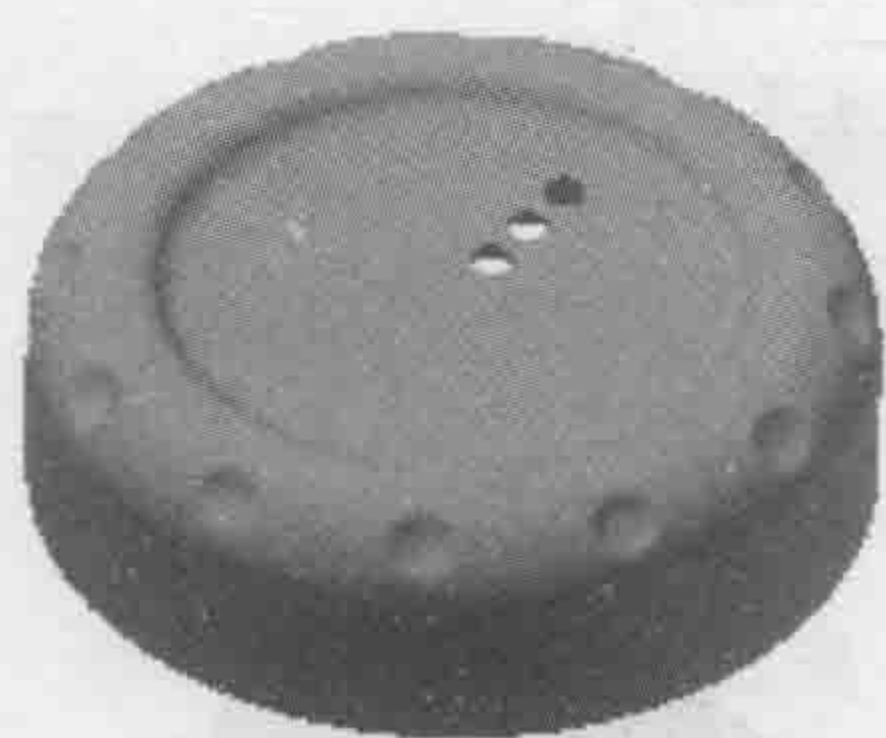
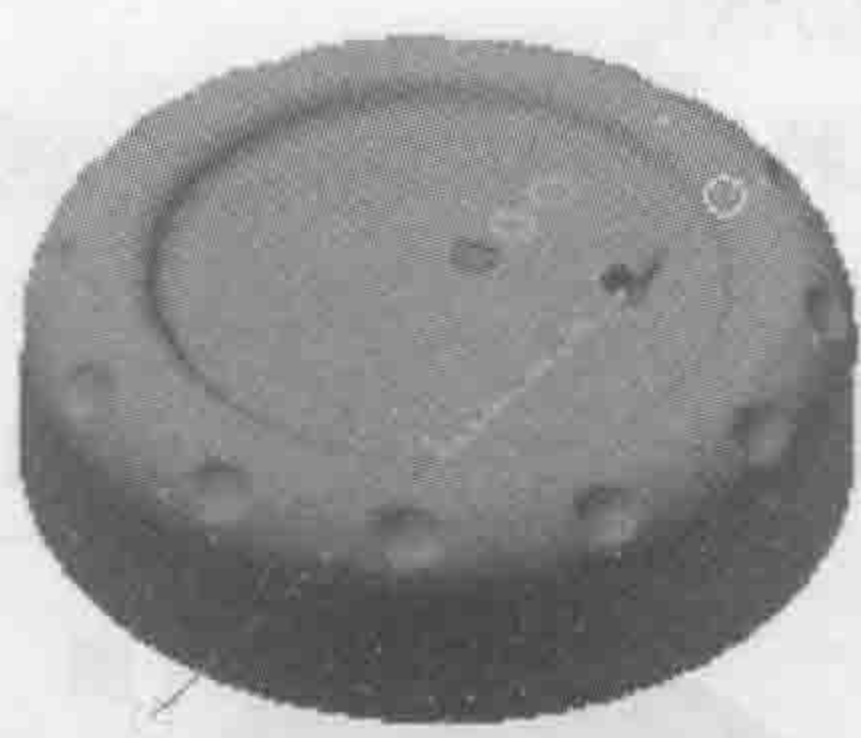
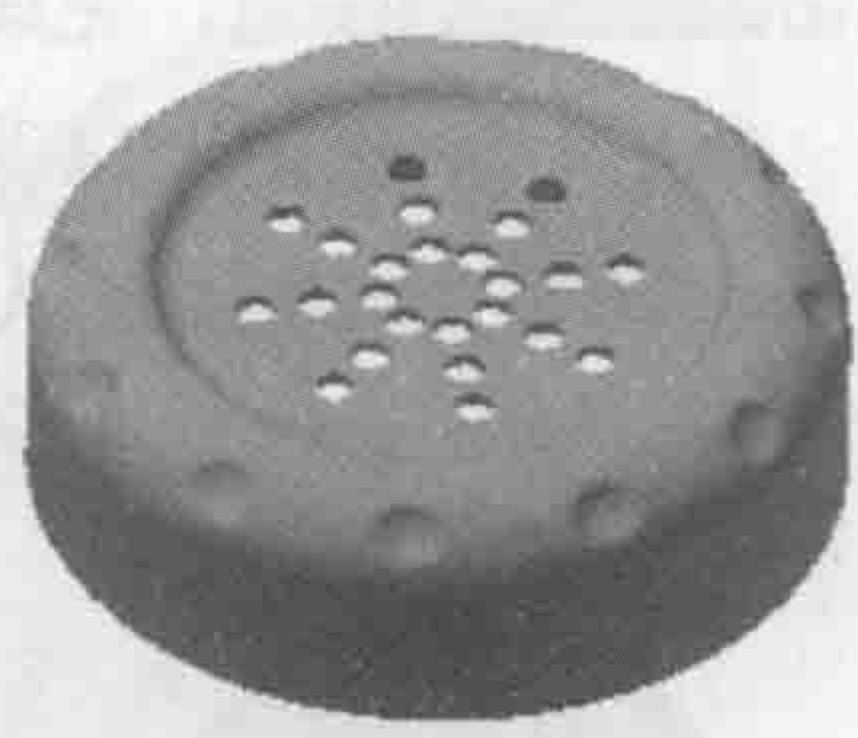

图 1.18 矩形阵列 1
图 1.19 阵列方向
图 1.20 环形阵列
Step11. 创建图 1.18 所示的矩形阵列 1。
(1) 选择命令。在 **阵列** 区域中单击 **矩形阵列** 按钮，系统弹出“矩形阵列”对话框。
(2) 选择要阵列的特征。在图形区中选取拉伸 1 特征（或在浏览器中选择“拉伸 1”特征）。
(3) 定义阵列参数。
① 定义方向 1 参考边线。在“矩形阵列”对话框中单击 **方向 1** 区域中的 **选择** 按钮，然后选取 Z 轴为方向 1 的参考边线，阵列方向可参考图 1.19。
② 定义方向 1 参数。在 **方向 1** 区域的 **数量** 文本框中输入数值 3；在 **间距** 文本框中输入数值 22。
(4) 单击 **确定** 按钮，完成矩形阵列 1 的创建。
Step12. 创建图 1.20 所示的环形阵列。在 **阵列** 区域中单击 **环形阵列** 按钮，选取“拉伸 1”与“矩形阵列”为要阵列的特征，选取“Y 轴”为环形阵列轴，阵列个数为 8，阵列角度为 360°，单击 **确定** 按钮，完成环形阵列的创建。